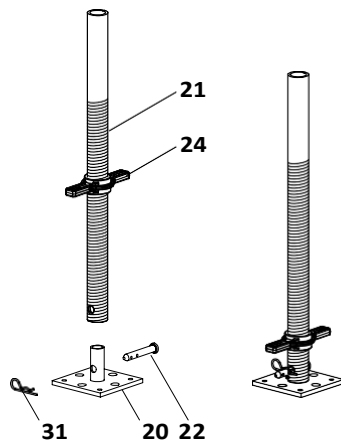

Fig. A3.02
1. Завийте крилчатата гайка (24) на шпинделната тръба (21), като направите само няколко оборота.
3. Поставете шпинделната тръба върху основната плоча (20).
4. Свържете основната плоча и шпинделната тръба с помощта на болтове (22).
5. Обезопасете болтовете с шплентове (23).
- Основните плочи са готови. (Fig. A3.02)